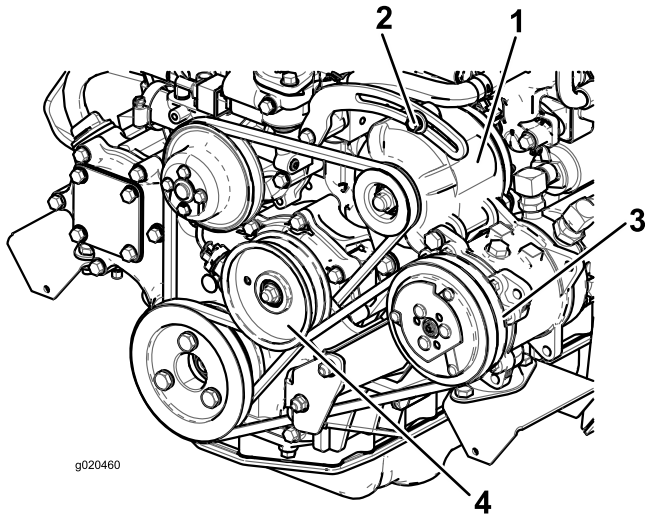

Figure 71
Si vous n'obtenez pas une flèche de 10 mm, desserrez les boulons de fixation de l'alternateur (Figure 71).
2. Si vous n'obtenez pas une flèche de 10 mm, desserrez le boulon de fixation de la poulie de tension (Figure 71).